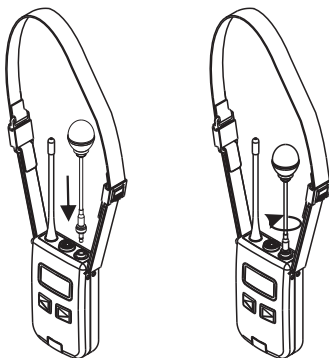

Fig. 15
2. Transmitter Audio Input, Fig. 15: